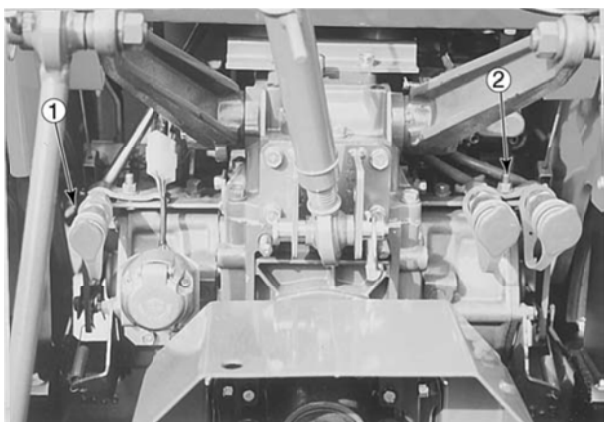

Рис. 39 (гидромуфты)
На правой стороне опорного кронштейна верхней тяги расположены муфты (1) для выносного распределителя (дополнительное оборудование) (см. рис. 39). Для соединения используется штекер 1/2".